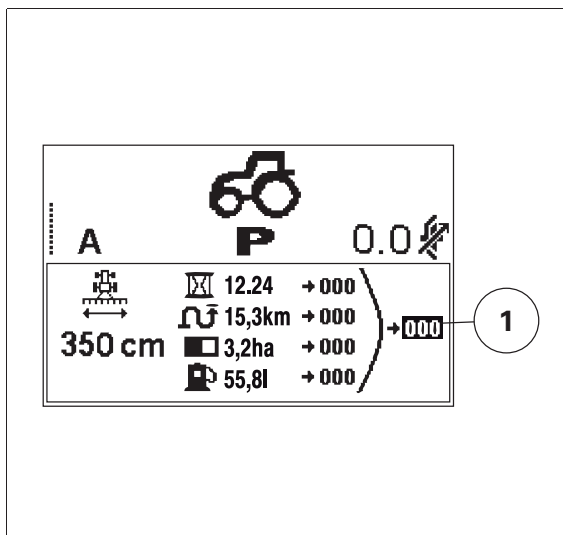

Fig. 36.
1. Vuelva a la vista de modificación del contador *fig. 36*.